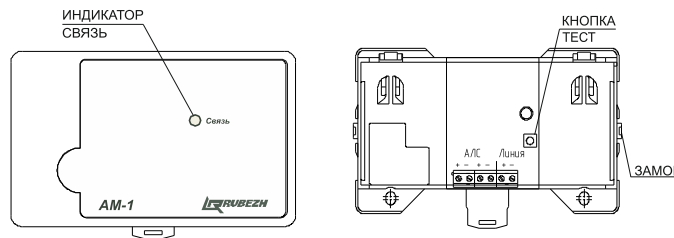

Рисунок 1
5.2 Адресная метка представляет собой конструкцию (Рисунок 1), состоящую из корпуса, внутри которого размещена плата с радиоэлементами, обеспечивающая обработку сигналов с линии связи. На плате установлены клеммные контакты для подключения адресной метки к АЛС и для подключения линии связи с устройствами.
7.5 Для конфигурирования адресной метки, подключенной к АЛС, начальный адрес которого неизвестен, необходимо зайти в меню прибора, выбрать пункт **Настройка (Конфигурация) => Сервис => Адресация устройств** и нажать **Кнопку** на адресной метке (Рисунок 1). На экране откроется меню параметров адресной метки: